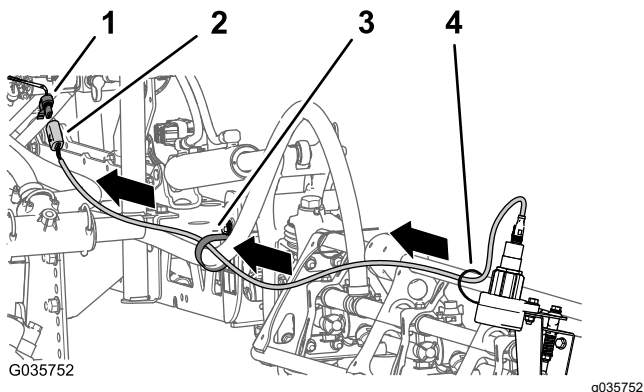

Рисунок 24
через опорный зажим и к 4-гнездовому разъему жгута проводов доводочного комплекта стрелы с ультразвуковым выравниванием в передней части коллектора подъемного цилиндра (Рисунок 24).
3. Подсоедините 4-штыревые разъёмы левого и правого жгутов проводов датчиков к 4-гнездовым разъёмам жгута проводов доводочного комплекта стрелы с ультразвуковым выравниванием (Рисунок 24) с маркировкой LEFT SONIC SENSOR (ЛЕВЫЙ УЛЬТРАЗВУКОВОЙ ДАТЧИК) и RIGHT SONIC SENSOR (ПРАВЫЙ УЛЬТРАЗВУКОВОЙ ДАТЧИК).
5. Закрепите провод, идущий от датчика к стреле опрыскивателя, с помощью кабельных хомутов (Рисунок 24).